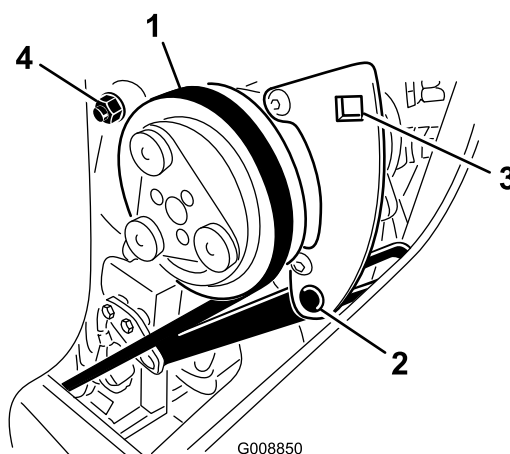

Рисунок 80
1. Отпустите и отрегулируйте шарнирный болт компрессора и регулировочный болт (Рисунок 80).
2. Вставьте динамометрический гаечный ключ в квадратное отверстие в кронштейне компрессора (Рисунок 80).